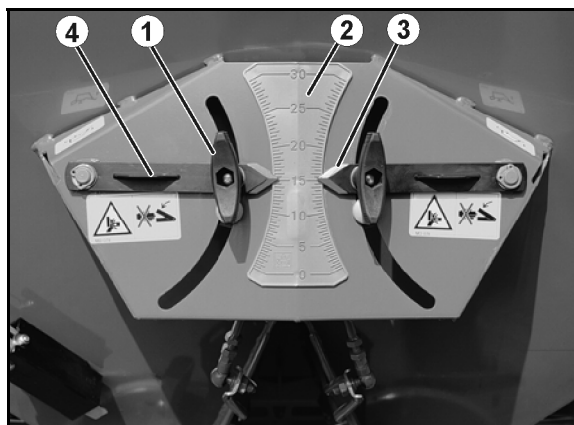

Рис. 60
2. Открутите барашковую гайку (Рис. 60/1).
3. По шкале (Рис. 60/2) найдите значение для положения заслонки, определённое из таблицы норм внесения удобрений или с помощью приспособления для установки сеялки на норму высева.
4. Установите указатели (Рис. 60/3) обоих регулировочных рычагов (Рис. 60/4) на это значение шкалы.
5. Снова затяните барашковую гайку (Рис. 60/1).